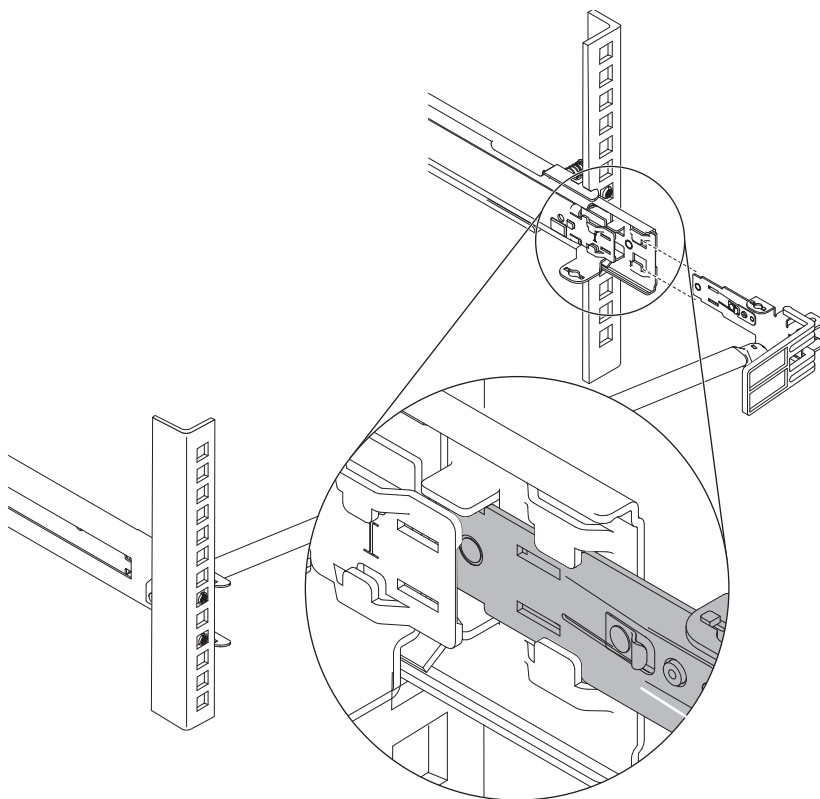

Figura 12. Desconectando o suporte de parada do trilho deslizante
7. Desconecte o suporte de parada do trilho deslizante, conforme mostrado na Figura 12 na página 21, e remova o suporte de parada para organização de cabos.